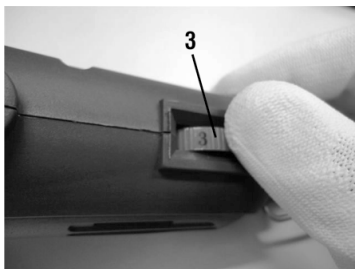

Fig. 4 – Variador de velocidade
Utilize o controle de velocidade (3) para desbastar ou cortar diversos materiais. Ajuste a velocidade conforme sua necessidade. Observe a rotação e o tipo de material onde está sendo aplicado. Algumas operações requerem rotações mais altas ou mais baixas, fig.4.